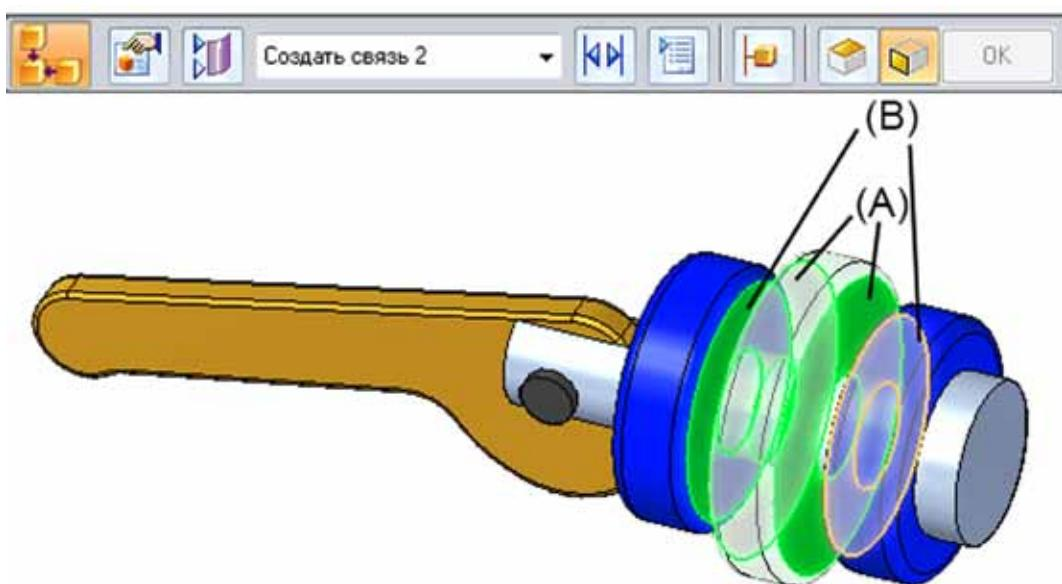

Рисунок 73. Новый тип сборочной связи Центр-плоскость
вать размещаемую деталь по одной или двум граням в сборке. На первый взгляд может показаться, что это всего лишь связь симметрии в сборке, однако на самом деле она имеет гораздо более широкие возможности. Для использования этой связи необходимо указать пару граней на размещаемом элементе (A), затем пару граней на существующих деталях в сборке (B) (Рисунок 73).